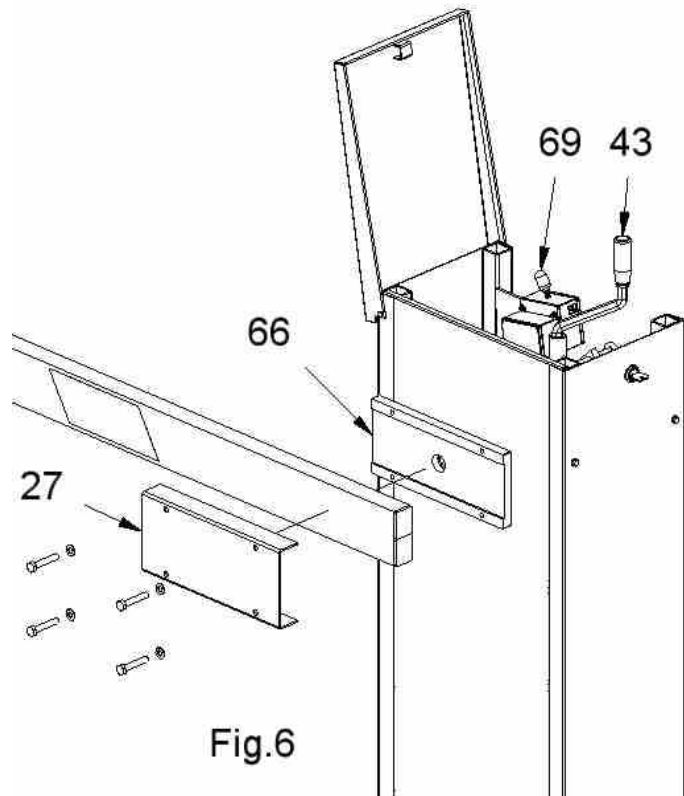
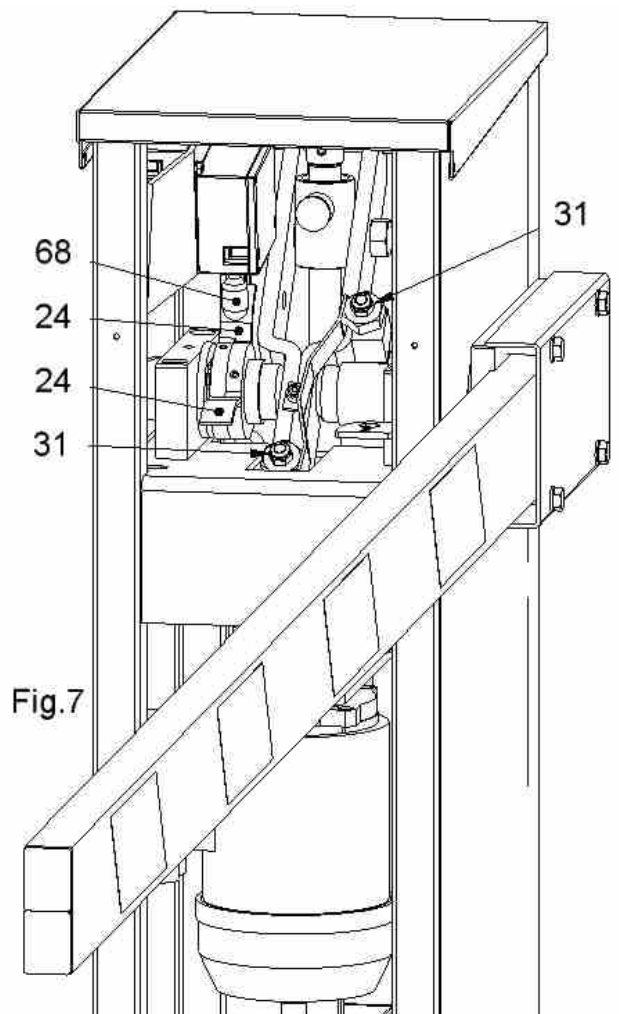
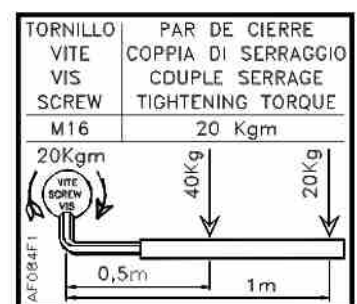

Fig.6
Fig.7
Fig.8
- 3) **I** Azionare manualmente la vite (pos.60 vedi cap.10 esplosi componenti) con la maniglia (pos.43), finché la ganascia porta asta (pos.66) è orizzontale. Bloccare l'asta sulla ganascia (pos.66) con il copri ganascia (pos.27) e le 4 viti M8 (fig.6).
Manovrare manualmente con la maniglia (pos.43) la salita e la discesa dell'asta e verificare l'esatto intervento sia del finecorsa elettrico di salita/discesa (pos.68 vedi fig.7) sia degli arresti meccanici (pos.31 vedi fig.7) già preregistrati.
**(GB)** Manually operate the screw (pos.60 see chap.10 exploded component) with the handle (pos.43), until the jaw (pos.66) is horizontal.
Stop the arm on the jaw (pos.66) with the jam (pos.27) and the 4 screws M8 (fig.6).
Manually operate with the handle (pos.43) the slope and the descent of the arm and verify the exact intervention both of the electric limitswitch of opening/descent (pos.68 see fig.7) both of the mechanical arrests (pos.31 see fig.7) already registered.
**(F)** Actionner manuellement les vis (pos.60 voir chap.10 explosé composantes) avec la poignée (pos.43), tant que l'etou porte-lisse (pos.66) est horizontal. Bloquer la lisse sur l'etou (pos.66) avec l'etou (pos.27) et les 4 vis M8 (fig.6). Manoeuvrer manuellement avec la poignée (pos.43) la montée et la descente de la lisse et vérifier l'exacte intervention soit du fin de course électrique du montée/descente (pos.68 voir fig.7) soit des arrêts mécaniques (pos.31 voir fig.7) déjà preenregistrés. Relier la ligne d'alimentation, les lignes des commandements et des accessoires à la platine (pos.134 voir chap.10 explosé composantes) en suivant les normes en vigueur. Relier à masse. Pour les connexions électriques à la platine et pour eventuelles programmations et/ou régulations utiliser les instructions de connexion au trousseau de la même. Le fin de course (pos.69) bloque le fonctionnement électrique à couvercle ouverte.
4) **(I)** L'eventuale regolazione del finecorsa elettrico (pos.68) di salita/discesa si effettua agendo sulle 2 camme (pos.24) poste sull'albero di manovra che vanno ad intercettare il finecorsa nei 2 sensi di marcia. Il finecorsa elettrico di salita /discesa deve attivarsi un attimo prima che l'arresto meccanico (pos.31) intervenga (fig. 7).
**(GB)** The possible regulation of the electric limitswitch (pos.68) of opening/descent on effects acting around 2 cams (pos.24) setted on the tree of manoeuvre that they go to intercept the limitswitches in the 2 senses of march. The electric limitswitch of opening / descent has to activate itself just an instant before the mechanical arrest (pos.31) intervenes (fig. 7).
**(F)** L'eventuelle régulation du fin de course électrique (pos.68) de montée/descente s'effectue en agissant sur les 2 cammes (pos.24) positionnées sur l'arbre de manoeuvre qui vont intercepter le fin de course dans les 2 sens de marche. Le fin de course électrique de montée/descente doit s'activer un instant d'abord que l'arrête mécanique (pos.31) intervienne (fig. 7).
Smontare la ganascia porta asta (pos.66 fig.6) fissata all'albero di manovra e riposizionarla sul lato opposto dell'albero di manovra previo smontaggio del tappo in plastica di colore nero che andrà a chiudere il foro lasciato libero sul lato opposto. Attenzione il serraggio della vite a brugola che fissa la ganascia all'albero di manovra deve rispettare i valori riportati sulla targa adesiva presente sulla ganascia (vedi fig. 8).
To get off the jaw of the arm (pos.66 fig.6) fixed to the tree of manoeuvre and put it again on the opposite side of the tree of manoeuvre previous uninstal the black plastic cork that it will close the hole left on the opposite side free. Warning: the shutting of the socket cap srew that fixes the jaw to the tree of manoeuvre has to respect the values brought on the present adhesive plate on the jaw (you see fig. 8).
Démonter l'etau porte-lisse (pos.66 fig.6) fixée à l'arbre de manoeuvre et la remettre sur le côté opposé de l'arbre de manoeuvre en ayant démonté en avant le bouche en plastique de couleur noire qui ira fermer le trou laissé libre sur le côté opposé. Attention : le serrage des vies à brugola qui fixe l'etau à l'arbre de manoeuvre doit respecter les valeurs rapportées sur la palque adhésive présent sur l'etau (voir fig. 8).